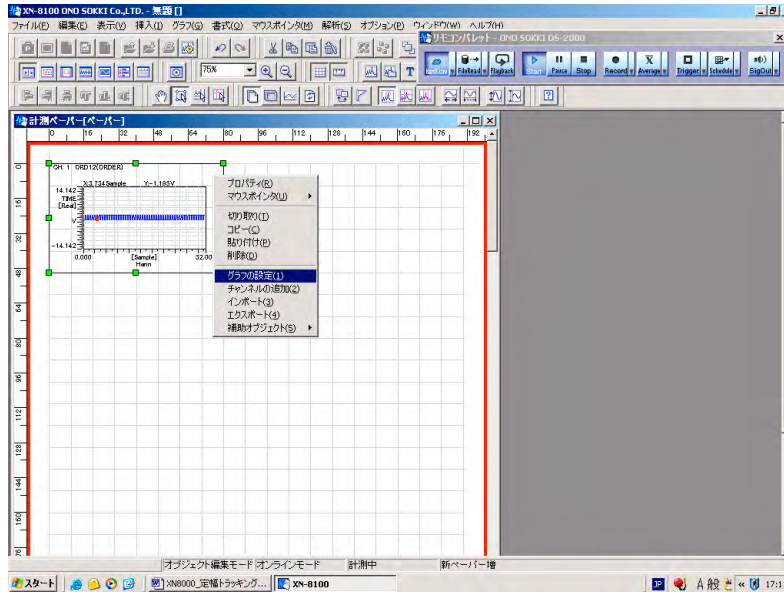

図 8
- ③ [リモコンパレット] の **【START】** ボタンを on し、測定を行います。モニターで表示された波形と同様に EXT SAMP (外部サンプリング) された波形が表示されます。
- ④ グラフをクリックし、アクティブにします。アクティブになると緑の枠で表示されます。
- ⑤ アクティブのグラフを右クリックし、プルアップメニューを開きます (図 8)。